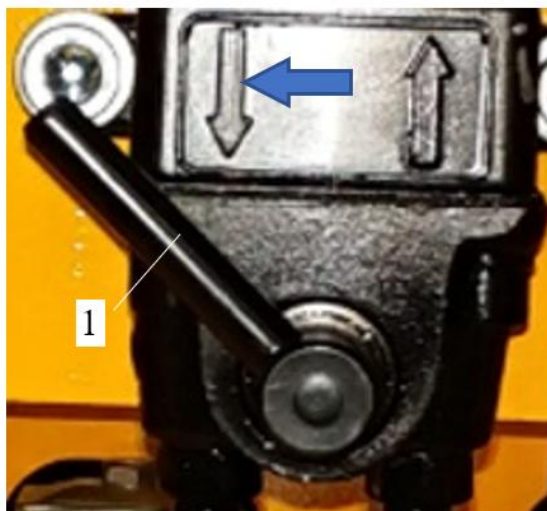

Рисунок 3.164. Рычаг ручного насоса в положении «опускания»
- ▶ При опущенной кабине перевести рычаг ручного насоса 1 в положение «опускания» (показано стрелкой, рис. 3.164);